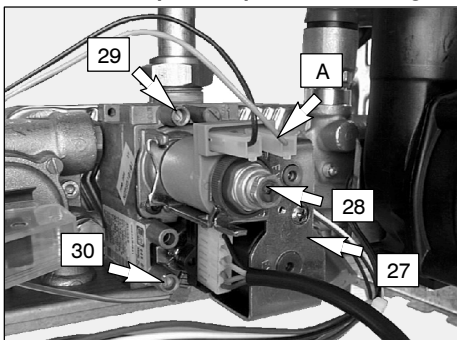

fig. 7.2
12 **Chiudere la presa di pressione 29** in fig. 7.2
- 4 Aprire la presa di pressione 29 in fig. 7.2 e collegare un manometro.
Dopo ogni misurazione delle pressioni gas, **richiudere bene** le prese di pressione utilizzate (30 e 29 in fig. 7.2). Dopo ogni operazione di regolazione gas **gli organi di regolazione della valvola devono essere sigillati**.
- 2 A caldaia spenta (fuori servizio), controllare la pressione di alimentazione utilizzando la presa 30 in fig. 7.2 e confrontare il valore letto con quelli riportati nella tabella **Pressioni di alimentazione gas** a pag. 11, 13
- 7 Prelevare un'abbondante quantità d'acqua calda sanitaria. Confrontare il valore di pressione misurato con quello indicato in tab. 7.1 Per tarare la pressione al bruciatore agire sul dado in ottone dell'operatore modulante 28 in fig. 7.2